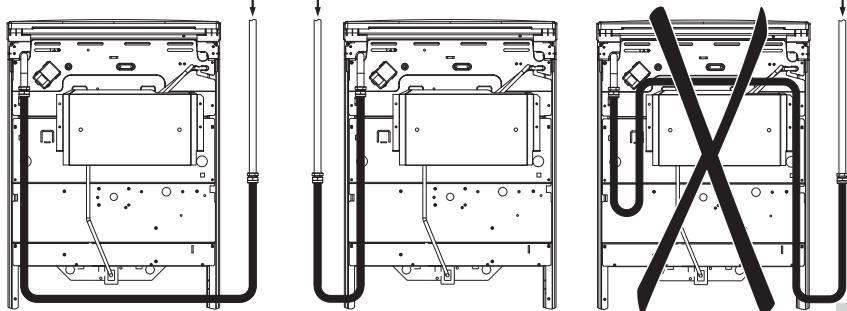

рис. 5
- гибкий присоединительный рукав не должен проходить в зоне горячего воздуха дымохода и касаться задней стенки плиты (рис. 5);
**!** **ПОМНИТЕ!** После установки плиты на место обязательно проверьте положение гибкого шланга подвода газа и шнура питания (рис. 5). Они не должны проходить над дымоходом и касаться задней стенки плиты. Во время работы духовки там возникает высокая температура, которая может их повредить.